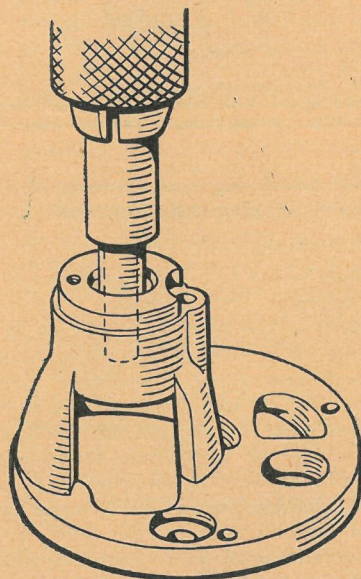

Fig. 9. Lejevøsningen monteret ved hjælp af en brystdorn.
2. Den nye bøsning presses ind i lejet, og hertil bruger man en brystdorn (fig. 9) med samme diameter som akslen. (Bemærk: Før brugen skal de nye lejevøsninger opbevares i en tildækket beholder og være helt dækket med olie, der i kvalitet skal svare til Mobiloil Arctic eller en anden god, tynd mineralolie. Den korteste tid for en sådan lagring er nor-